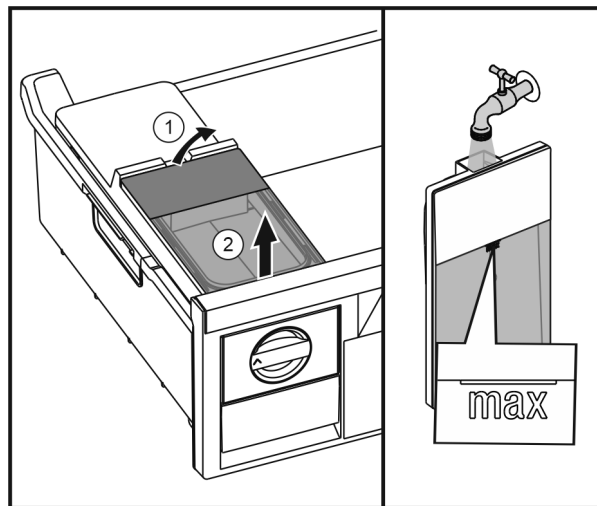

Fig. 31
- ▶ Soulever le réservoir d'eau depuis l'arrière Fig. 31 (1) et l'enlever vers le haut Fig. 31 (2).